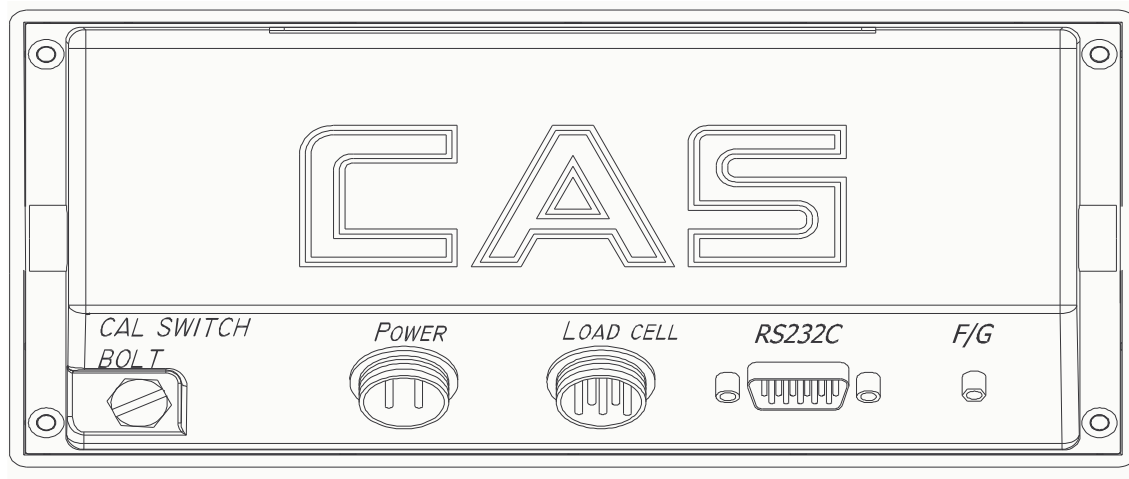

Рисунок 4.5 Вид задней панели с элементами для моделей NT-200A и NT-201A
- ❑ Подключите провод питания к разъему питания (см. рис. 4.5 или 4.6).
- ❑ Включите питание индикатора тумблером питания (см. рис. 4.5 или 4.6).
Разъем тензодатчиков подключается к 6-ти контактному разъему «LOAD CELL» индикатора (см. рис. 4.5, 4.6 и табл. 4.3). Соответствующая распайка приведена на рисунке 5.1 и в таблице 5.1.